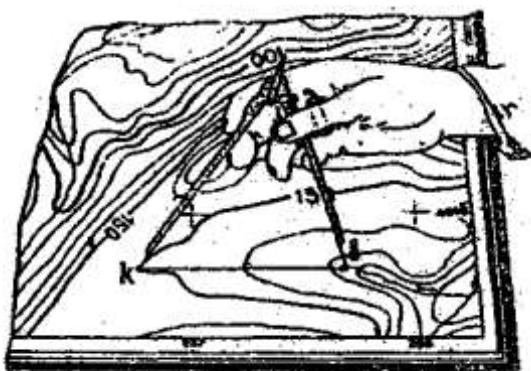
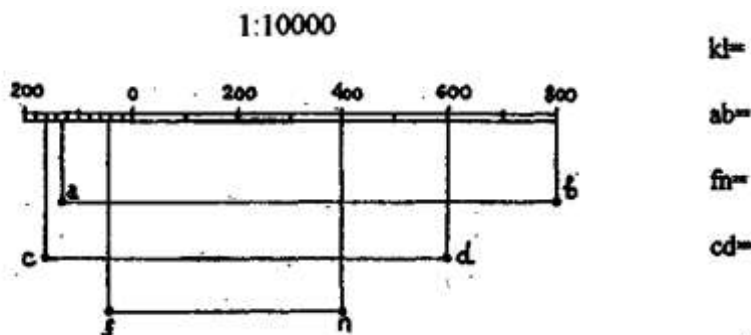

рис.1.
Рисунок 2
**Задача №4** На карте масштаба 1:10000 (рис. 1) показан раствор измерителя, равный расстоянию между двумя точками карты KL. Используя приведенный ниже график линейного масштаба (рис.2), определите длины горизонтальных приложений линий местности для всех вариантов.